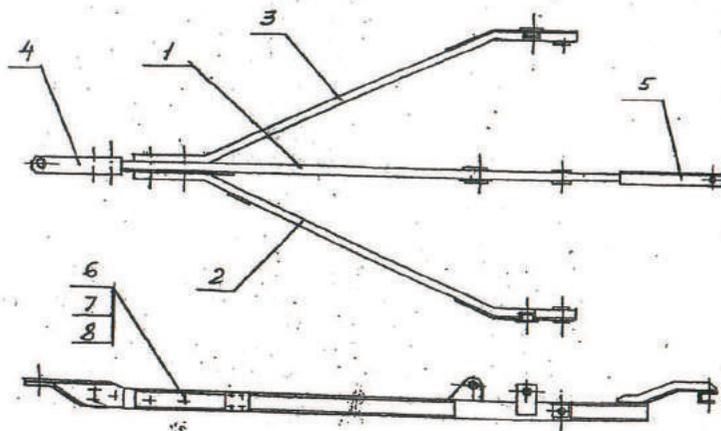

Рис. 3
- 3.3 Сннца (рис. 3) предназначена для присоединения культиватора к трактору или сцепке. Она шарнирно крепится к переднему брусу рамы и соединяется с кронштейном рамы гидроцилиндром.